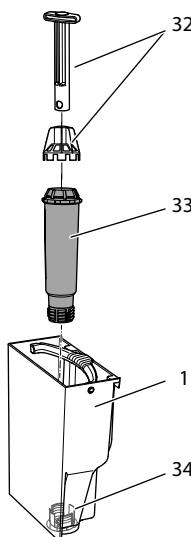

Рис. 19: Завинчивание и отвинчивание фильтра для воды
- Снимите фильтр для воды (см. Рис. 19 на стр. 309).
9. Вставьте новый фильтр в контейнер для воды (см. Рис. 19).
3. Извлеките фильтр для воды (см. Рис. 19).